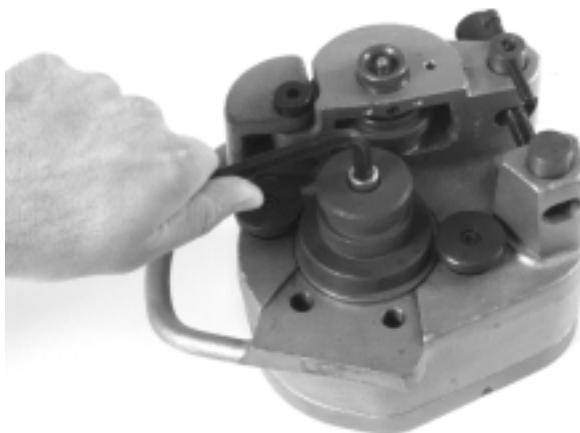

Figure 8 – Retrait de la vis de retenue du galet d'entraînement
- Utilisez une clé Allen de $\frac{5}{16}$ po pour retirer la vis de retenue du galet d'entraînement (*Figure 8*). Lorsqu'il s'agit de galets Ø 8 à 12 ou Ø 4 à 6 po, utilisez une clé de $\frac{3}{8}$ po pour retirer les boulons de retenue des galets.